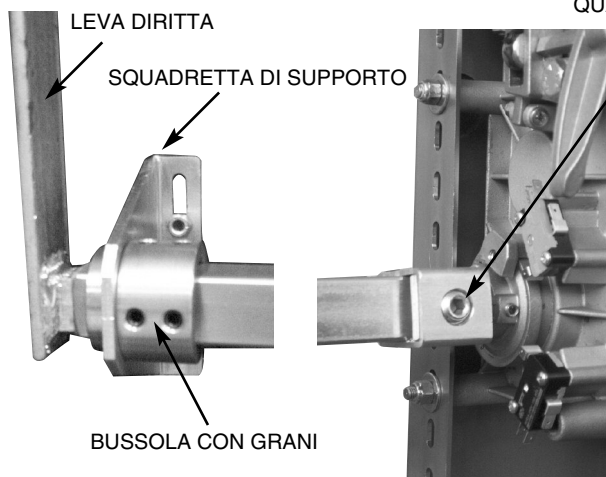

Fig. 7
- Fissare con rivetti le SQUADRETTI DI SUPPORTO come da Fig. 7 e 10 in perfetto allineamento con l'albero dell'elettroiduttore.